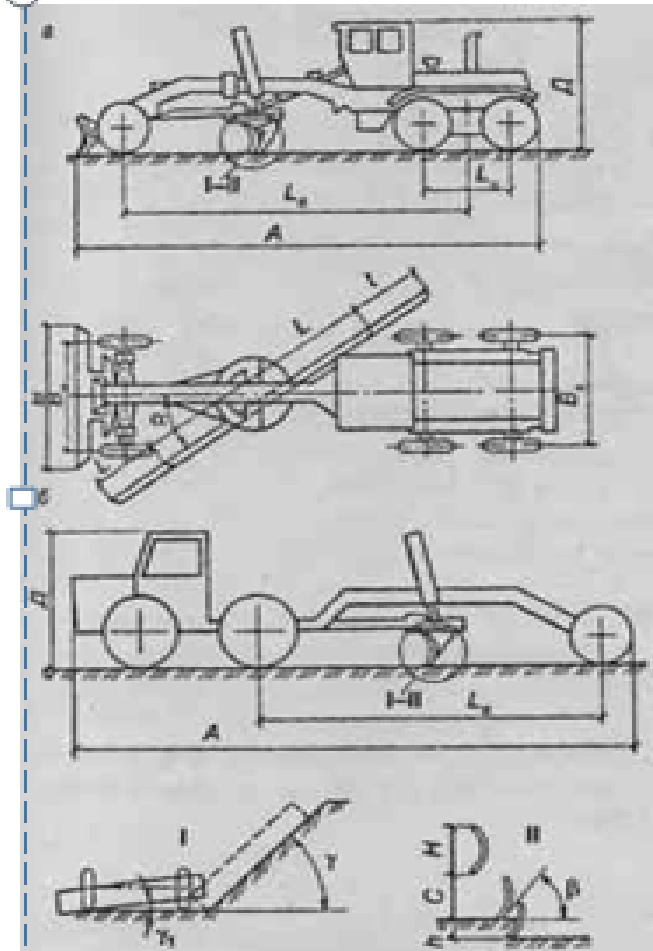

Рис. 1
- ▶ наклонять его верхнюю кромку вперёд или назад (рис. 1).
Жесткая рама (рис. 1) сварная, состоит из подmotorной рамы, хребтовой балки, соединенной с тяговой рамой.